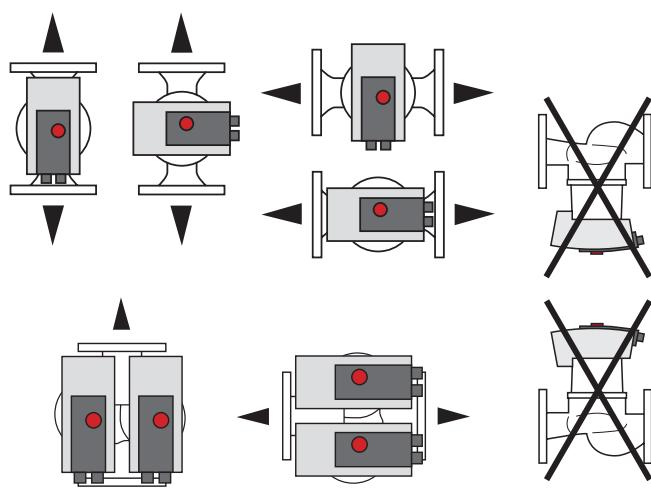

Fig. 4: Dopušteni ugradni položaji
1. Provjerite dopuštene položaje ugradnje → Fig. 4.